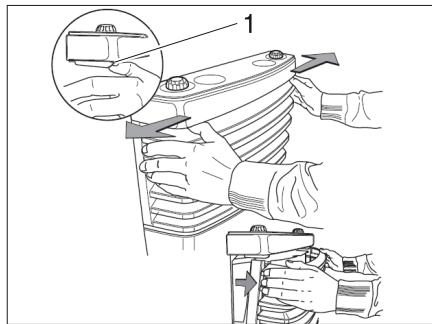

Fig. 103 Enlever le revêtement du chauffage
- Enlever le revêtement du chauffage. A cet effet, pousser les ressorts de fermeture (Fig. 103,1) latéralement vers l'extérieur, faire basculer le revêtement vers l'avant et le soulever hors des paliers inférieurs.